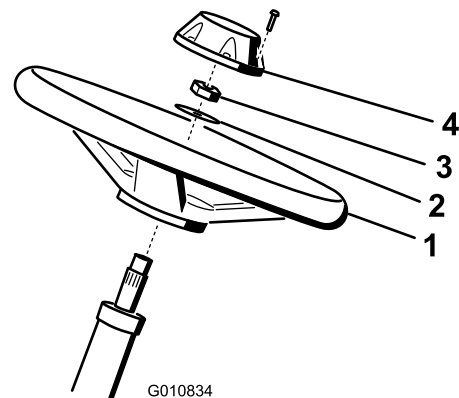

Bild 6
1. Tragen Sie Gleitmittel auf die Lenkwelle auf (in Bild 6 dargestellt).
- Montieren Sie das Lenkrad mit der Scheibe und der Sicherungsmutter an der Lenkwelle (**Bild 6**).
- Installieren Sie die Kappe am Lenkrad (**Bild 6**).